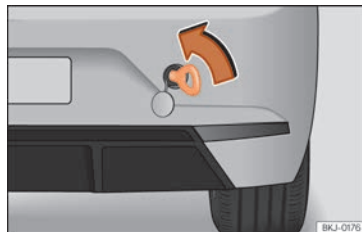

Fig. 50 Parte direita do para-choques traseiro: argola de reboque enroscada. »
- Enrosque a argola de reboque no alojamento girando-a ao máximo **no sentido contrário ao dos ponteiros do relógio** »» Fig. 50»» ❶. Utilize um objeto adequado com o qual possa enroscar completa e firmemente a argola de reboque no seu alojamento.